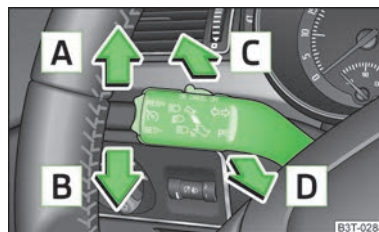

Fig. 36
- Presionar la palanca hacia arriba **A** » fig. 36 o hacia abajo **B**.